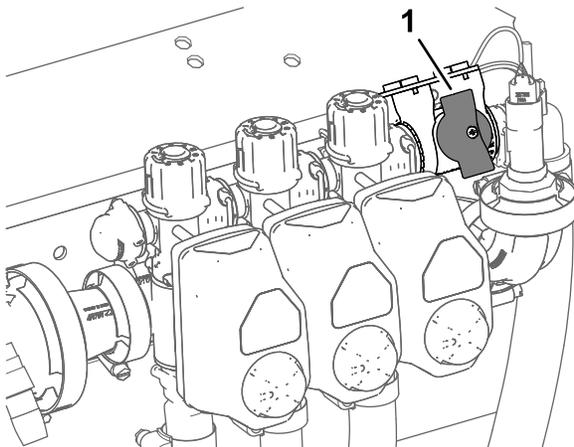

Figura 27
2. Gire el mando de la válvula de cierre del circuito de desvío a la posición de cerrado (Figura 27).